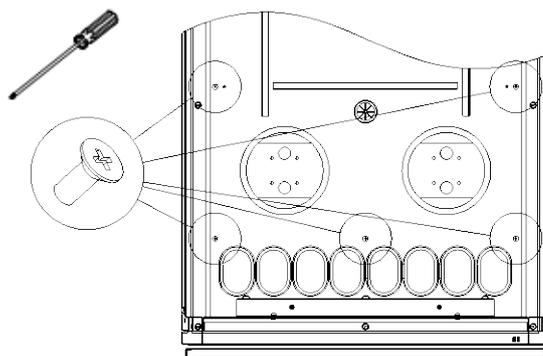

図 2-13 ECO ファン・モジュールを固定する
2) ECO ファン・モジュールを M4x8 ネジ 5 本でキャビネットに固定する(図 2-13 参照)。